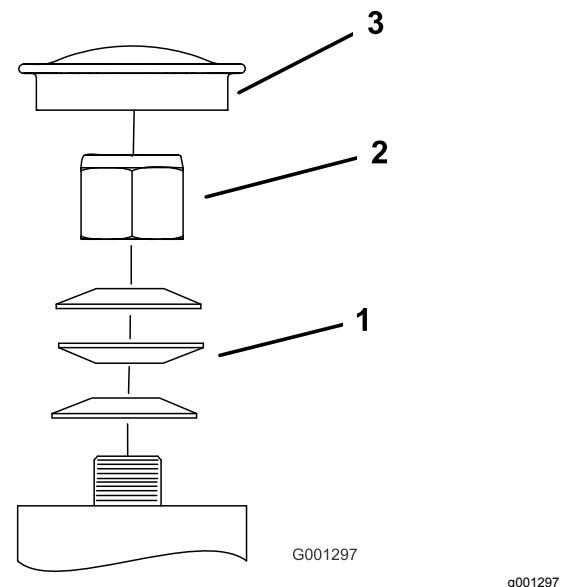

Figure 53
3. Retirez le capuchon antipoussière de la roue pivotante et serrez le contre-écrou (Figure 53).
4. Continuez de le serrer jusqu'à ce que les rondelles élastiques soient aplatis, puis desserrez-le de $\frac{1}{4}$ de tour pour obtenir la précharge correcte des roulements (Figure 53).
- Important:** Veillez à placer les rondelles élastiques comme montré à la Figure 53.
5. Remettez le capuchon antipoussière en place (Figure 53).